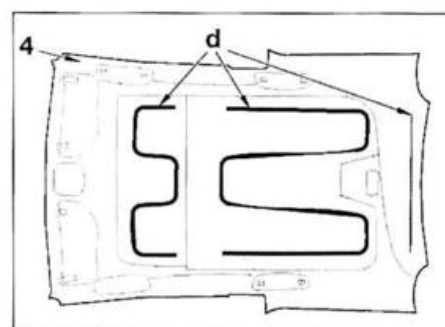

FIG. 75
- Despegar el guarnecido de techo (4) en los lugares indicados (D) (fig. 75).